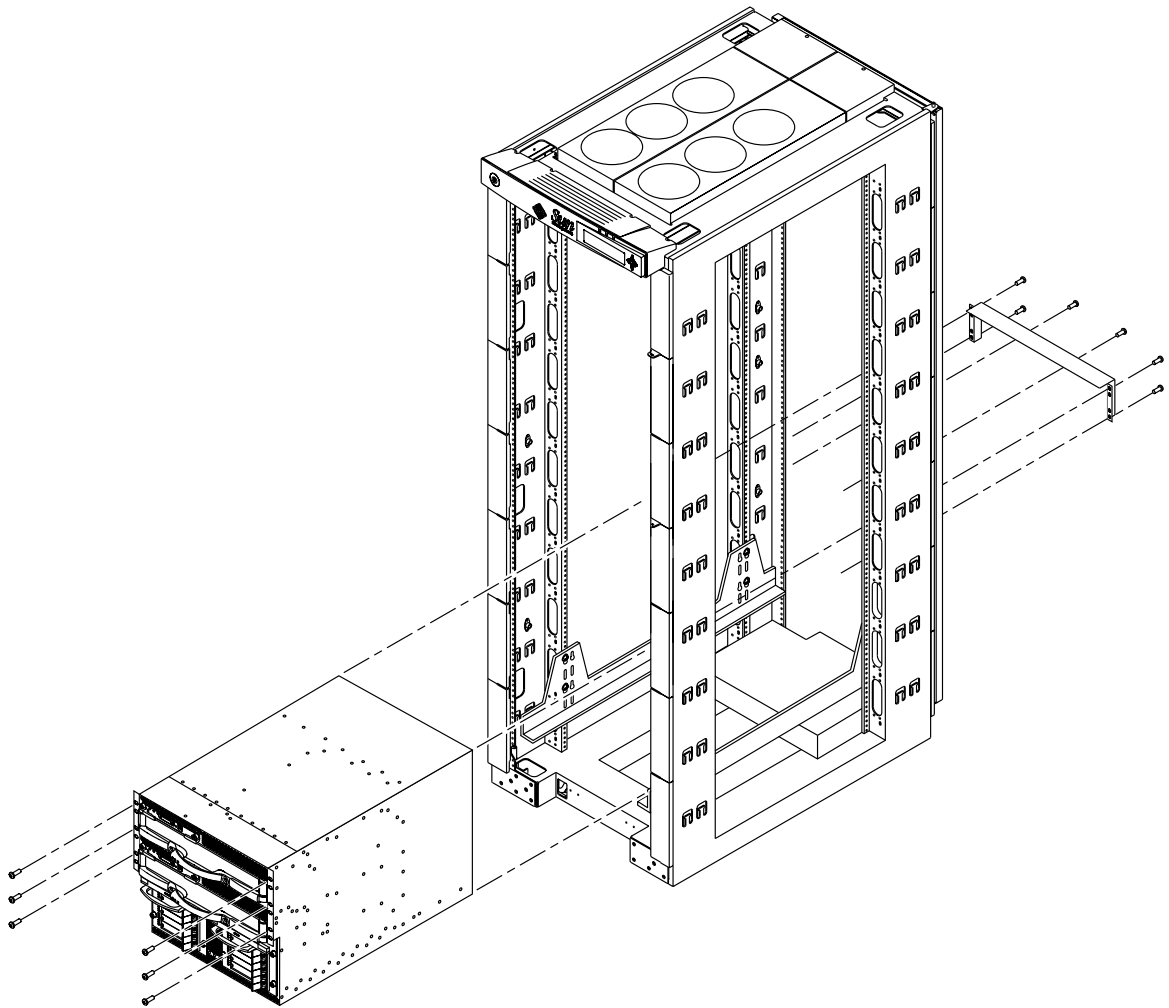

図 3-4 Sun Fire キャビネットへの Sun Fire 3800 システムの固定
3. 6 つの取り付けねじを使用して (片側に 3 つずつ)、システムの正面をキャビネットに固定します (図 3-4)。